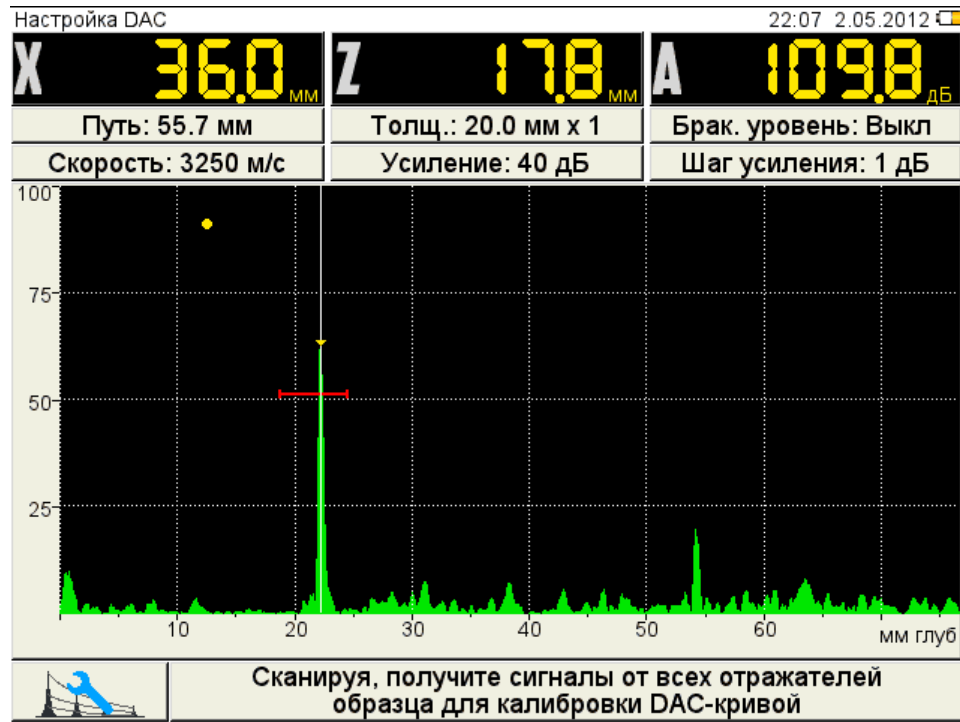

Рисунок 49
–найти максимальный сигнал от второго контрольного отражателя и отредактировать его аналогично первому отражателю, при этом первая узловая точка не должна попадать в поле строба (рисунок 49).